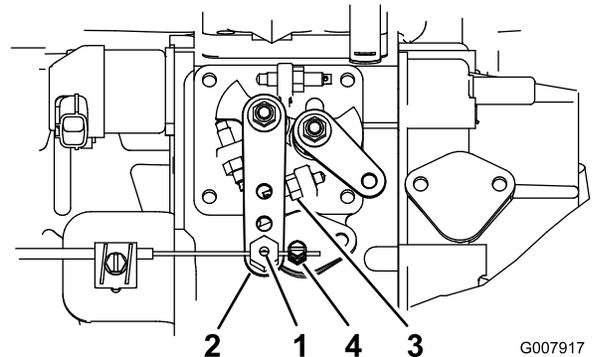

Bild 64
2. Lockern Sie den Anschluss des Gaszugs neben dem Hebel der Einspritzpumpe (Bild 64).
3. Halten Sie den Hebel der Einspritzpumpe gegen den Anschlag für den hohen Leerlauf (Bild 64).